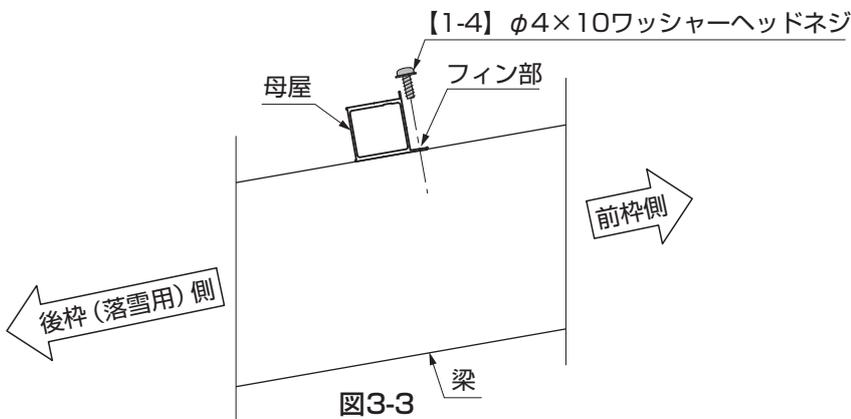

図3-3
- ②前枠側にフィン部を向けて、母屋を梁に【1-4】で取付けてください。(図3-3参照)